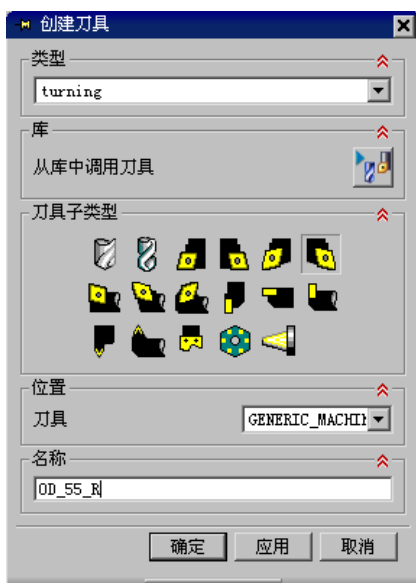

图 7.2.25 “创建刀具”对话框
Step2. 在图 7.2.25 所示的“创建刀具”对话框 类型 下拉列表中选择 turning 选项,在 刀具子类型 区域中单击“OD_55_R”按钮,在 位置 区域的 刀具 下拉列表中选择 GENERIC_MACHINE 选项,采用系统默认的名称,单击 确定 按钮,系统弹出“车刀-标准”对话框。